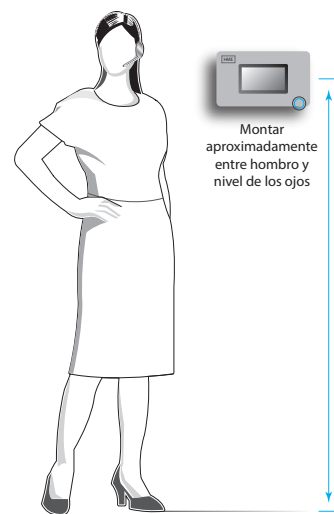

Fig. 2.1
2. Monte la estación base a una altura óptima desde el suelo, con la pantalla táctil visible y al alcance de la mano para poder manejarla cómodamente con los dedos. La altura de montaje debe estar entre el nivel del hombro y de los ojos de una persona de estatura promedio (ver la fig. 2.1).